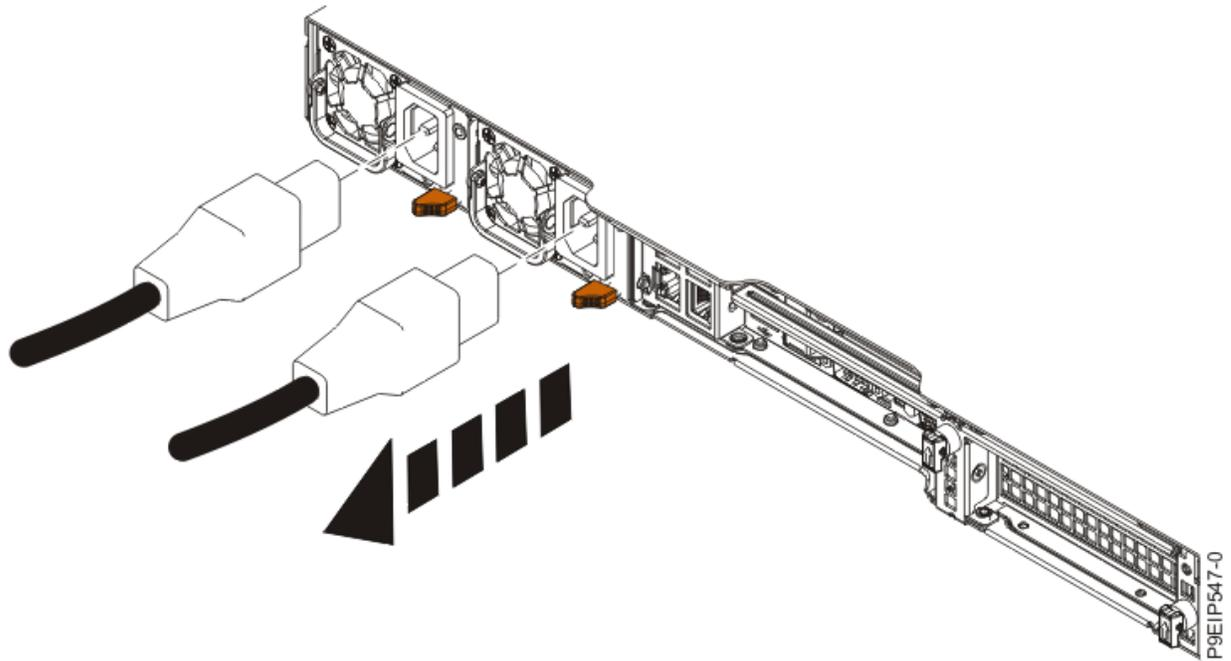

Figura 73. Extracción de los cables de alimentación del sistema
2. Etiquete y desconecte los cables de alimentación de la unidad del sistema como se muestra en la Figura 73 en la página 98.